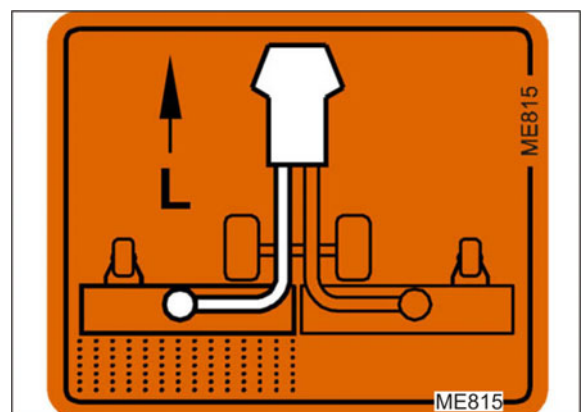

Bild 196
3. Lägg om spaken till höger (Bild 196/1) och lås: